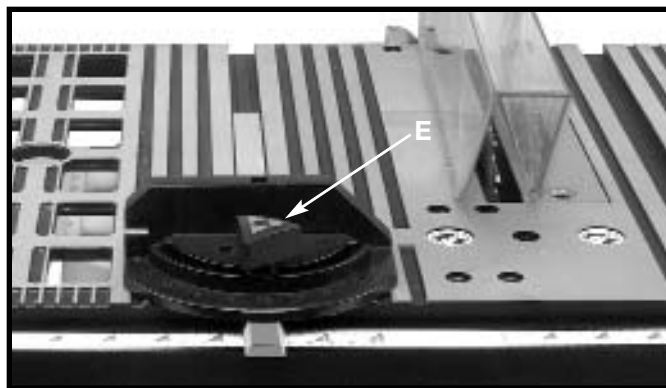

Fig. 34
Pour utiliser la jauge à onglet, desserrer le bouton de verrouillage (E) fig. 34, et tourner la jauge à onglet à l'angle voulu.